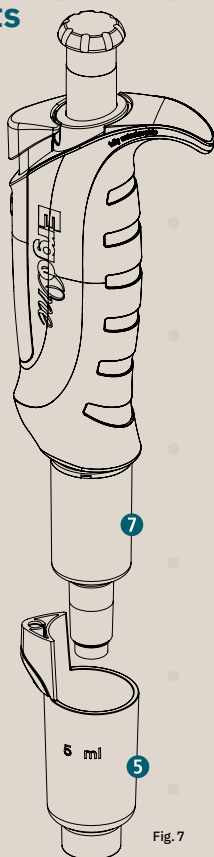

Fig. 7
- Enfoncez entièrement le bouton d'éjection **2** et retirez le tube d'éjection **5** par le bas (Fig. 7).